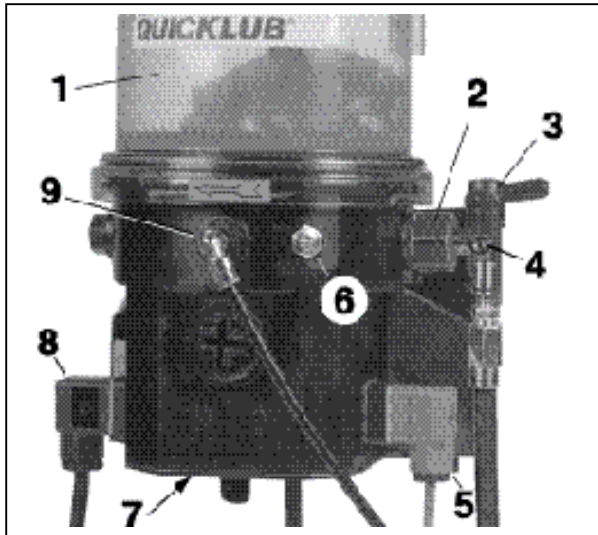

Рис. 2: - Детали насоса
- Если ёмкость пусая, то возможно подключение потенциально свободного контакта к контрольной лампочке (Колодка подключения 5, Рис. 2)